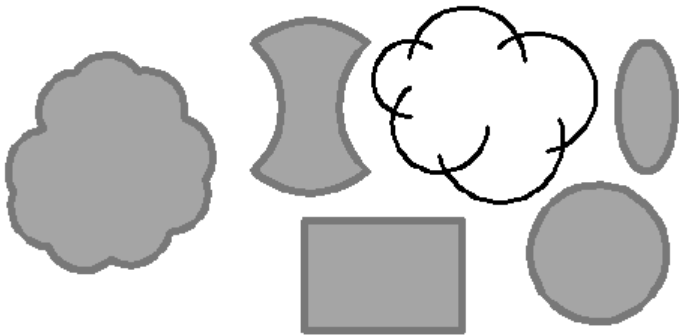

Рис. 4.4. Регионы, созданные за один вызов команды
6. На запрос команды о выборе объектов введите с клавиатуры **Ал** (Все) и нажмите клавишу <Enter>. Теперь после завершения команды на экране будут созданы регионы из контуров, кроме одного контура, который образован пересекающимися кривыми (рис. 4.4).